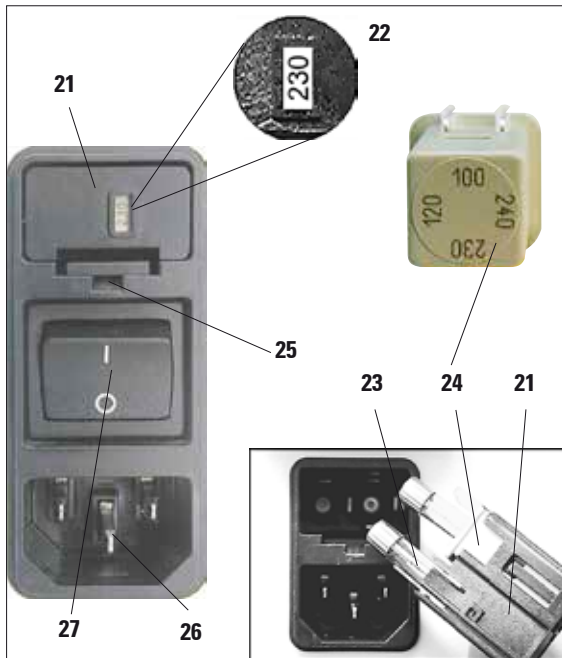

Fig. 12
El selector de tensión se encuentra encima del interruptor de red, a la izquierda del panel posterior del equipo (Fig. 12). El voltaje seleccionado se ve a través de la ventanilla (22).
- Insertar un destornillador pequeño en la entalladura (25) y cuidadosamente sacar el mandril.
- Extraer la carcasa del selector de tensión (21) junto con los fusibles (23). Sacar el selector de tensión (24) (de color blanco) y volver a insertarlo de manera que a través de la ventanilla se vea la tensión apropiada para la red de suministro de corriente local (22).